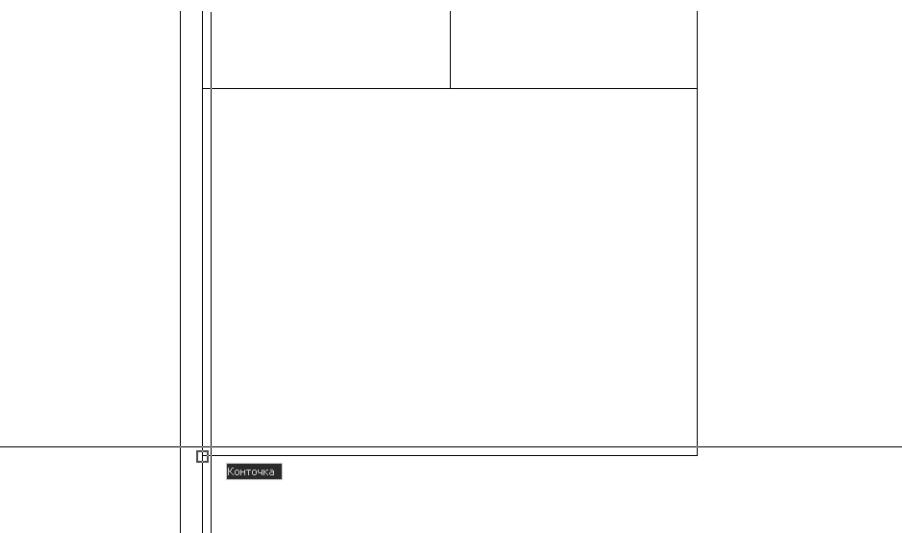

Рис. 4.43 ▼ AutoCAD распознал окончай точку нижней горизонтальной линии
9. Переместите указатель-перекрестье к левой точке нижней горизонтальной линии контура малой тумбы. Как только указатель достигнет конечной точки, AutoCAD распознает ее, обозначив цветным квадратиком (рис. 4.43). Если задержать указатель на 1–2 с, рядом с ним появится всплывающая подсказка **Конточка** (Endpoint). Именно таким образом
10. Теперь вам не нужно вводить координаты первой точки – как только она распознана в режиме объектной привязки, пользователю достаточно щелкнуть левой кнопкой мыши (даже если указатель-перекрестье не совпадает точно с положением распознанной опорной точки). Поэтому, добившись появления маркера объектной привязки к показанной на рис. 4.43 окончай точке, переместите указатель-перекрестье вправо и вверх.